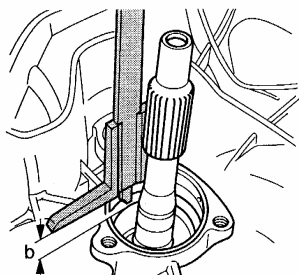

图 12-85 测量至球轴承相切平面尺寸 b
(4) 把深度卡尺放于变速器壳体上, 并测量至球轴承相切平面的尺寸 b, 如图 12-85 所示。